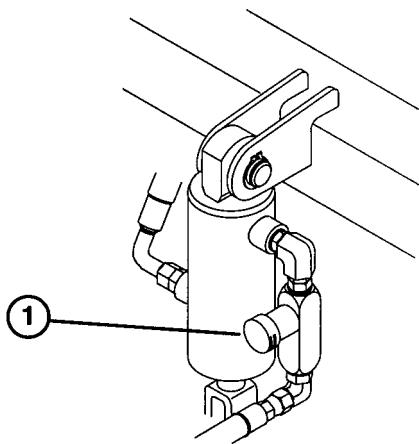

図43
カッティングユニットの昇降回路にフロー・コントロール・バルブ(図43)がついており、製造時に約3回転の開度に調整されています。使用場所の気温などの条件により調整が必要な場合には以下の手順で行います：
1. 調整バルブは運転席の下にある油圧シリンダに装着されている(図43)。